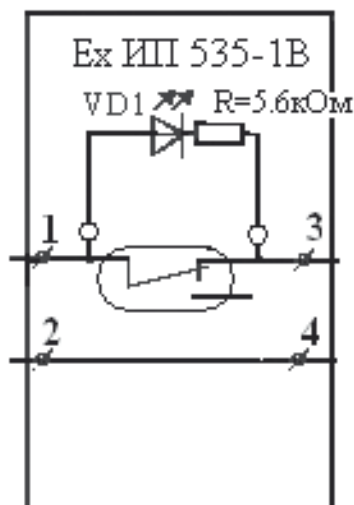

Рис. 5 Схема включения Извещателя ЕхИП535-1В с индексом Г включенного последовательно в двухпроводный шлейф.
2. Извещатель пожарный ручной взрывозащищенный ЕхИП535-1В, с магнитоуправляемым контактом (Г), предназначенный для эксплуатации в диапазоне температур окружающей среды от минус 60 до 70°C в корпусе из нержавеющей стали (Н), для прокладки бронированного кабеля (Б), схема включения по рисунку 5 (последовательное включение в двухпроводный шлейф), номиналы резисторов – по умолчанию (R1=200кОм): «**Извещатель пожарный ручной взрывозащищенный ЕхИП535-1В-Н/Г-Б-рис.5 ТУ 4371-091-12150638-2002**»